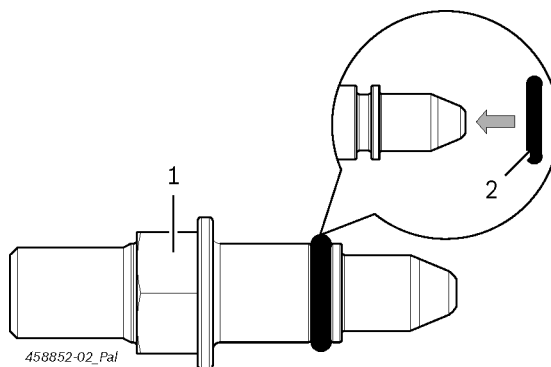

Рис. 14. Подготовка входного штуцера
- Наденьте уплотнительное кольцо 9,5 x 2 (рис. 14, поз. 2) на впускной штуцер (рис. 14, поз. 1).